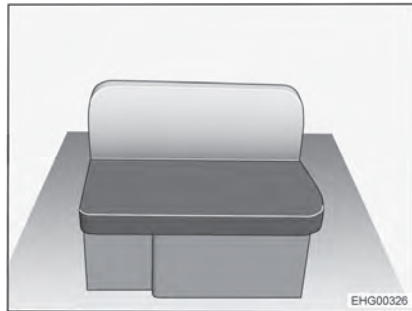

Bild 21 Längsgående sittbänk, höger
- Ta bort sittdynan och ryggdynan från den längsgående sittbänken (Bild 21).